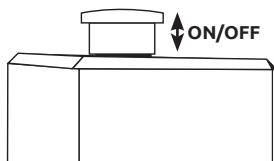

Figure 2
- ▶ Ανοίξτε τη βαλβίδα εξόδου, ρυθμίστε το κουμπί του διακόπτη πίεσης στη θέση "ON" (fig.2) και αφήστε τον αεροσυμπιεστή να λειτουργήσει για 10 λεπτά χωρίς φορτίο, προκειμένου να εξασφαλιστεί η λίπανση των κινούμενων μερών πριν από την κανονική λειτουργία.